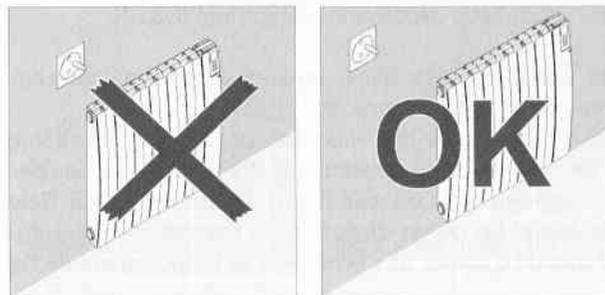

Fig. 4
- juste au-dessous d'une prise de courant (Fig.4)